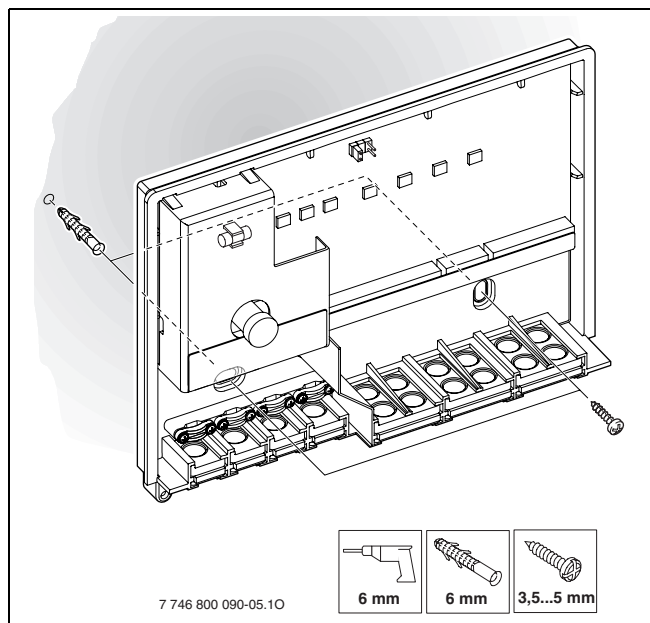

Fig. 9 Insérer les chevilles
- Perforer les trous avec  $\varnothing$  6 mm et insérer les chevilles (→ figure 9).